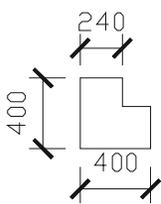

图 9-1-16
绘制好的柱位外轮廓线如图 9-1-16 所示。
(1) 单击绘图工具栏上的填充按钮 , 弹出填充对话框。
(2) 单击对话框中的选择对象按钮 , 返回到绘图界面, 用鼠标单击如图 9-1-16 所示的图形, 按回车键返回到填充对话框, 再单击  按钮, 弹出“填充图案选项板”对话框, 在该对话框中单击  按钮, 再单击“确定”按钮, 该矩形被填充, 如图 9-1-17 所示。